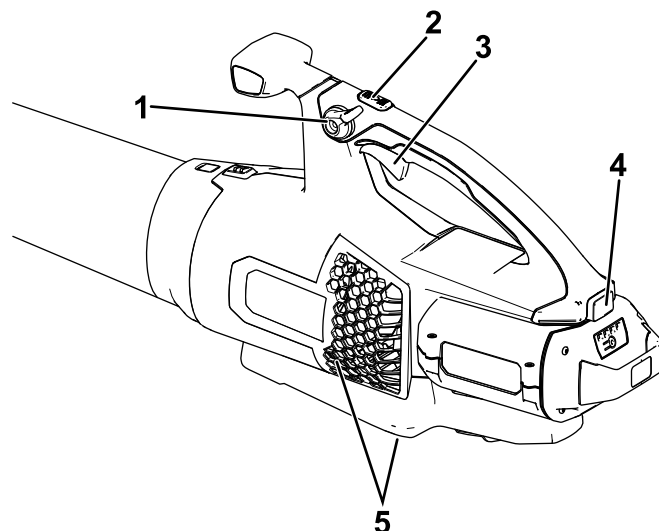

Figure 7
4. Pour mettre le souffleur en marche, serrez la gâchette de vitesse variable (Figure 7).
Remarque: Enclenchez le blocage de vitesse pour garder la machine en marche sans avoir à appuyer sur la gâchette de vitesse variable (Figure 7).
Pour obtenir des performances optimales (débit d'air), appuyez à fond sur la gâchette de vitesse variable, puis maintenez le bouton Turbo Boost enfoncé pendant la durée souhaitée (Figure 7).
Pour régler le débit du souffleur en marche, serrez la gâchette de vitesse variable (Figure 7).
Pour maintenir le débit d'air actuel, engagez le blocage de vitesse (Figure 7).
Pour arrêter le souffleur, déverrouillez le blocage de vitesse (le cas échéant) et relâchez la gâchette de vitesse variable (Figure 7).